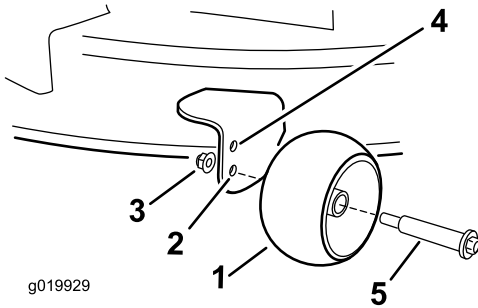

Figura 17
posición de altura de corte de 63 mm (2-1/2 pulgadas) o menos (Figura 17).
- Taladro inferior—utilice esta posición cuando la carcasa de corte está en la posición de altura de corte de 76 mm (3 pulgadas) o más (Figura 17).